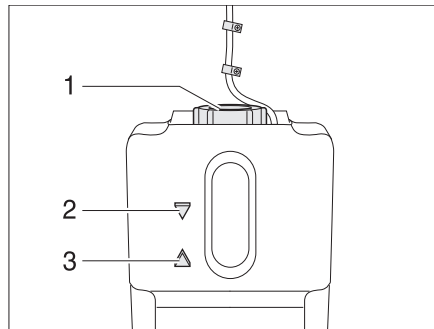

Bild 152 Expansionsbehållare varmvatten-värmesystem
- Kontroll av vätskenivå utförs på expansionsbehållaren (Bild 152), nivån ska ligga mellan markeringarna "MIN" (Bild 152,3) och "MAX" (Bild 152,2).
- Skruva på vridlåset (Bild 152,1) på expansionsbehållaren.